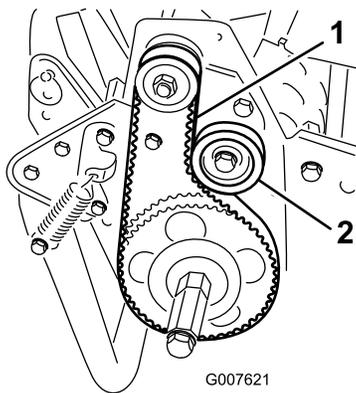

Bild 37
2. Prüfen Sie die Spannung. Bringen Sie hierfür eine Kraft von 18-22 N in der Mitte des Riemen zwischen den Riemenscheiben (Bild 37) an.
- A. Losen Sie die Befestigungsmutter der Spannscheibe und drehen Sie die Spannscheibe nach rechts gegen die R­ckseite des Riemen, bis Sie die gew­nschte Riemen­spannung erzielt haben (Bild 37).